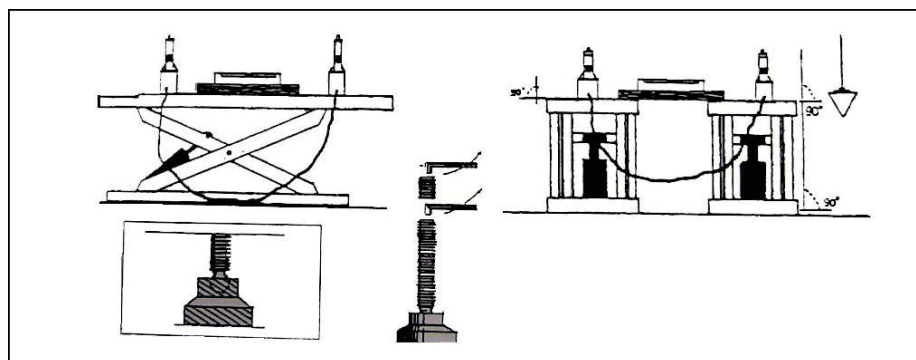

fig.19
9. Vérifier que les surfaces des plateformes gauches et droites sont de niveau latéralement et longitudinalement à l'aide d'un niveau à bulle (Fig. 19).